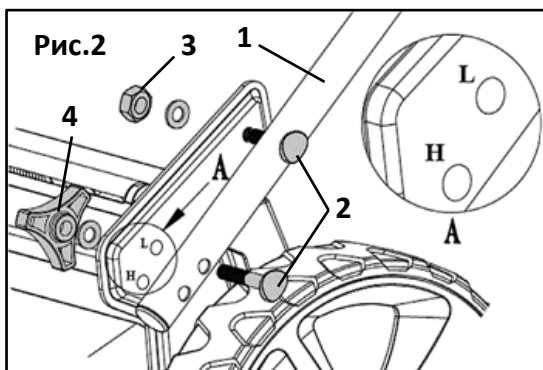

Рис.2
- Установите нижнюю часть рабочей рукоятки. Совместите верхнее отверстие в нижней части рукоятки и кронштейне, вставьте в образовавшееся отверстие болт (2) с квадратным подголовком, установите шайбу и закрутите шестигранную гайку (3), не затягивая её (Рис. 2). Точно также установите другую сторону нижней части рабочей рукоятки.
- Рукоятка имеет два установочных положения, высокое и низкое. Совместите одно из отверстий (L или H) в кронштейне (нижнее отверстие «H» в кронштейне соответствует более высокому положению рабочей рукоятки, верхнее отверстие «L» соответствует более низкому положению рабочей рукоятки) и соответствующее отверстие в нижней части рукоятки и вставьте в образовавшееся отверстие болт (2) с квадратным подголовком, установите шайбу и закрутите барашковую гайку (4), не затягивая её (Рис. 2). Точно также установите другую сторону нижней части рабочей рукоятки.